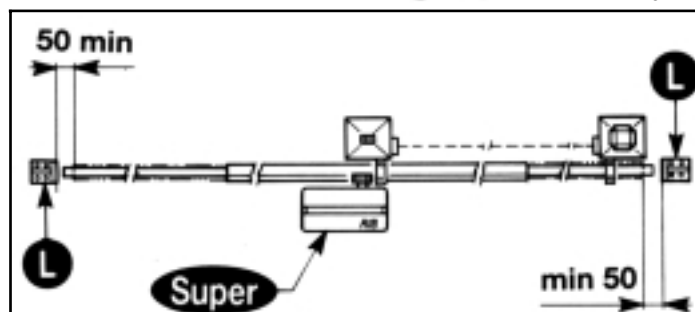
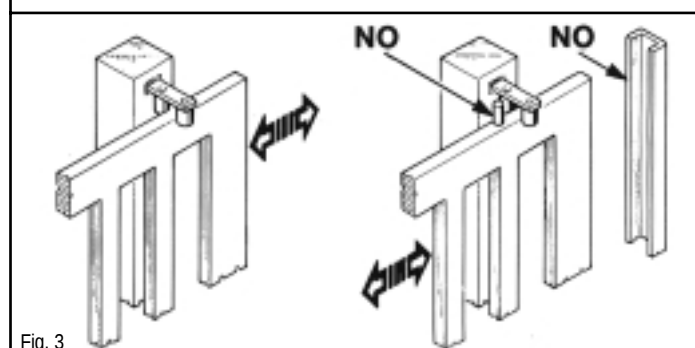

Fig. 2
Fig. 3
È necessario che la guida abbia alle sue estremità due fermi meccanici (L) (Fig. 2). Inoltre, le colonne devono avere superiormente delle guide antideragliamento (Fig. 3).
The guide needs to have two mechanical stops (L) of the type indicated at its ends (Fig. 2).
In addition, the columns must have anti-derailment guides at the top (Fig. 3).
N.B. Eliminate the mechanical stops of the type indicated in Fig. 3.
Il est nécessaire que le guidage ait à ses extrémités deux arrêts mécaniques (L) du type indiqué (Fig. 2). En plus, les colonnes doivent avoir dans la partie supérieure des guides antidéraillement.
Eliminer les arrêts mécaniques du type décrit (Fig. 3).
Die Führungsschiene muß an beiden Enden mechanische Sperrunger (L) haben, wie in der Abbildung dargestellt ist (Fig. 2). Darüberhinaus Mußen die Säulen über Entgleisungsschutzvorrichtungen verfügen (Fig. 3).